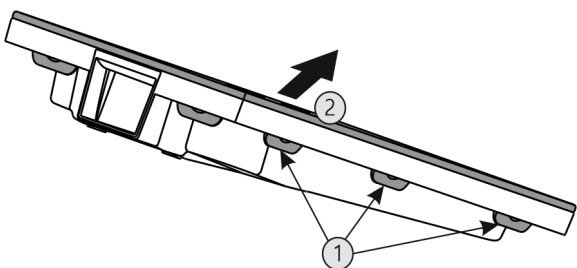

Fig. 53
- ▶ Postupne stlačte všetky spony Fig. 53 (1) a odoberte kryt Fig. 53 (2).